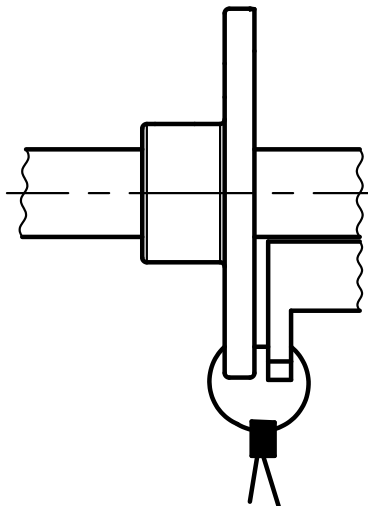

Рисунок 1 –Пример опломбировки затвора DN 250
5.6 Для фиксации рукоятки затвора (для DN 50-200) в крайних положениях вставьте стопор в рукоятку, при необходимости опломбируйте. В затворе DN 250 опломбировка осуществляется фиксированием положения руля относительно червячного механизма (рисунок 1).